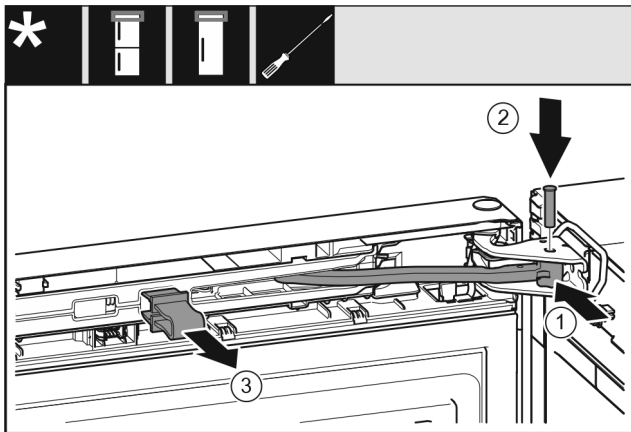

Fig. 31
- ▶ Ktheni menteshën Fig. 31 (1) në bazamentin mbështetës.
- ▶ Vendosni bulonin Fig. 31 (2) në bazamentin mbështetës dhe në menteshë. Këtu bëni kujdes që gunga ndaluese të futet saktësisht në kanal.
- ▶ Hiqni siguresën Fig. 31 (3).